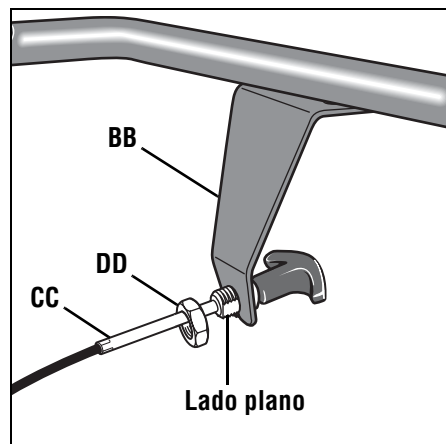
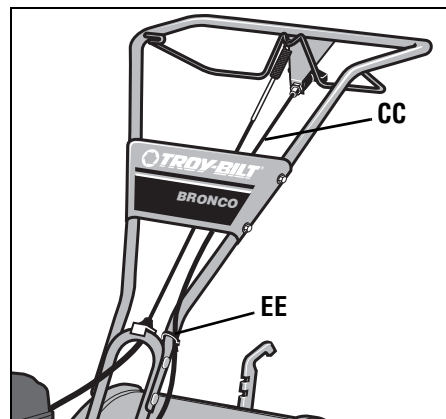

Fig. 2-8: Instale la ménsula del cable de marcha atrás y el cable del embrague de marcha atrás.
Fig. 2-9: Inserte el cable del embrague de marcha atrás (CC) como se muestra. Una con
1. Desenrolle el cable del embrague de marcha atrás (CC, Fig. 2-8 y Fig. 2-9) de su posición de embarque y oriéntelo hacia la barra de control. Asegúrese que el cable esté colocado debajo del gancho del embrague de marcha directa.
2. Inserte el cable (CC, Fig. 2-8) a través de la ranura de la ménsula del cable y posicione el lado plano del conjunto roscado junto al lado plano del orificio. Deslice la tuerca hexagonal (DD) subiendo por el cable y ajústela con firmeza.
3. Una el cable del embrague de marcha atrás a la barra de control del lado izquierdo con una unión de cable (EE, Fig. 2-9).